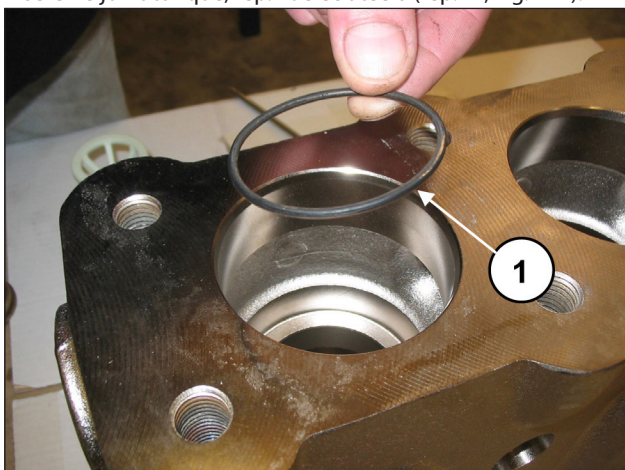

Fig. 112
Insérer le joint torique, rep. vue éclatée 6 (rep. ①, Fig. 112).